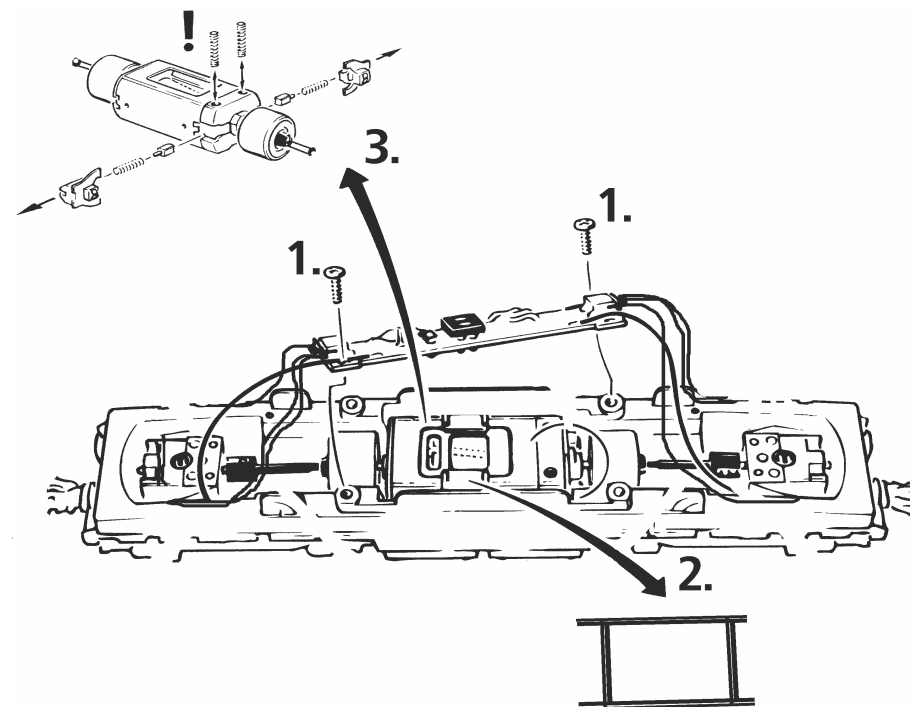

Fig. 9
4. Kohlebürstenwechsel: Lokgehäuse abnehmen (Fig. 3). Danach wird der Motor ausgebaut und die Kohlebürsten ausgewechselt (Fig. 9).
4. Remplacement des balais du moteur: Démontez la caisse (voir fig. 3). Démontez ensuite le moteur et échangez le balais (fig. 9).
4. Carbon Brush Changing: First remove loco body (fig. 3), and then the motor (fig. 9).